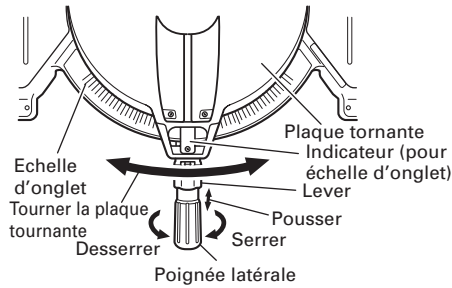

Fig. 22
(1) Desserrer la poignée latérale et appuyer sur le levier pour les butées d'angle. Cela fait, régler la plaque tournante jusqu'à ce que l'indicateur soit aligné avec le réglage désiré sur l'échelle de coupe d'onglet (Fig. 22).
(2) Resserrer la poignée latérale pour fixer la plaque tournante à la position voulue.